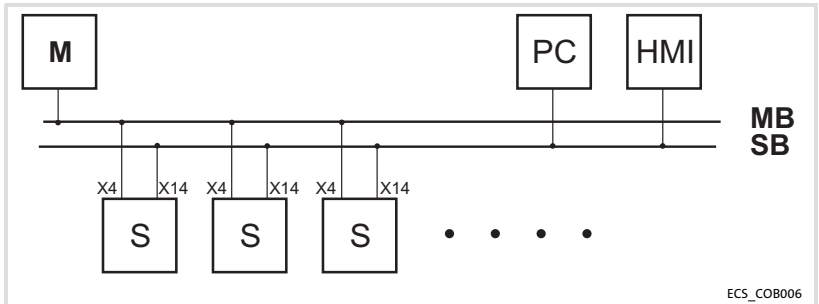

Abb. 4-14 MotionBus (CAN) mit übergeordneter Steuerung
- ▶ In Abb. 4-14 übernimmt die Funktion des Masters eine übergeordnete Steuerung, z. B. ETC.